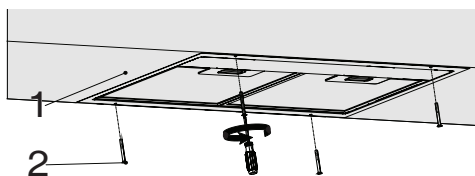

Abb. 10
- Platzieren Sie die Abzugshaube im Küchenschrank und bringen Sie sie in den 4 vorgebohrten Installationslöchern (Abb. 10).